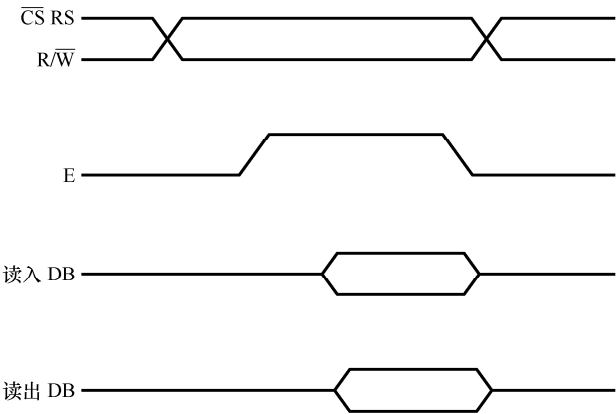

图 7-11 HD61830 与 MPU 的时序图
- (1) D7~D0：三态数据总线。
- (2) $\overline{CS}$ 输入片选信号，低电平有效。
- (3) E：输入使能信号，高电平有效。
- (4) R/ $\overline{W}$ ：输入读、写选择信号。R/ $\overline{W}$ =1 表示 MPU 读取 HD61830 的信息；R/ $\overline{W}$ =0 表示 MPU 向 HD61830 写入数据。
- (5) RS：输入寄存器选择信号。RS=1 表示指令寄存器及忙标志位；RS=0 表示数据寄存器。
- (6) RES：输入复位信号，低电平有效。
- HD61830 的工作时序如图 7-11 所示。